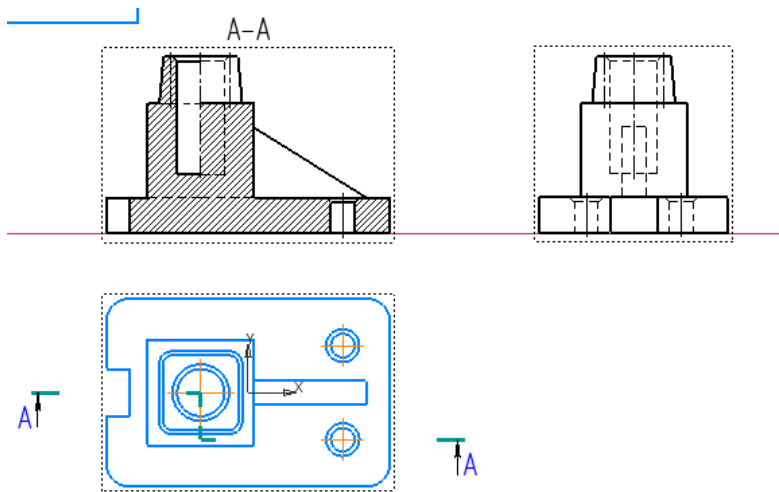

Рисунок 33.
8. Получили готовые три проекции корпуса (рисунок 33).